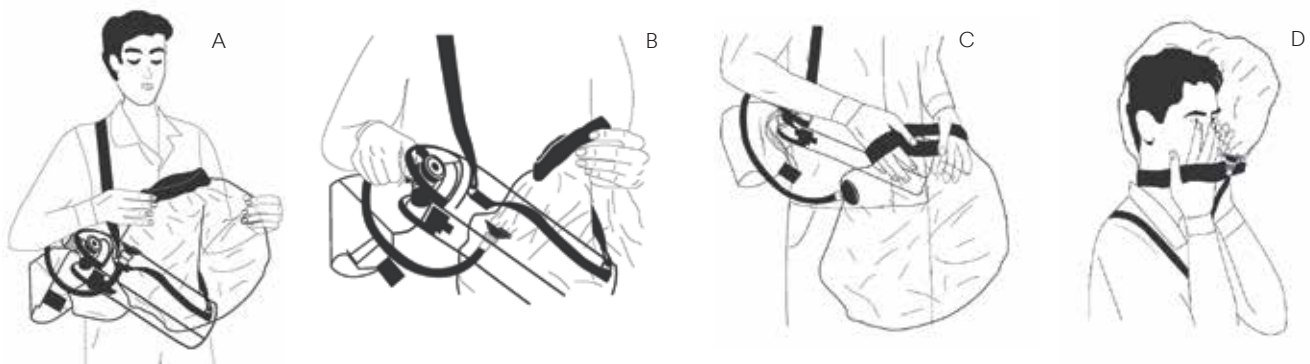

Figura 5 Colocación de la capucha ELSA
- 2 Abra la válvula girando la perilla de la válvula en sentido antihorario hasta que gire libremente, aproximadamente dos rotaciones completas. La duración nominal del suministro de aire comienza cuando se abre la válvula. Ver la Figura 5 B . No te pongas la capucha sin antes abrir la válvula o si no escucha el sonido del aire entrando en la capucha cuando se abre la válvula.
- 3 Inmediatamente póngase la capucha bajándola sobre la cabeza hasta que el sello de la capucha hace buen contacto alrededor del cuello y el conjunto del difusor está frente a la cara. Ver Figura 5 C y Figura 5 D . Si el capó no se infla cuando contenga la respiración, quítese inmediatamente la capucha y no utilice el respirador.